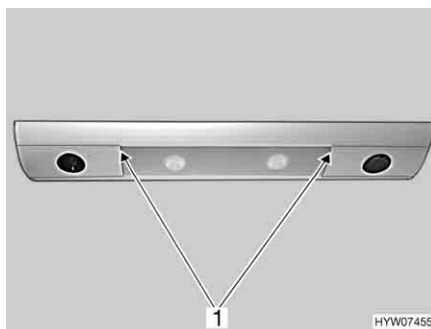

Fig. 239 Luce piano di lavoro/luce area cottura
- Tirare il vetro della luce (Fig. 239,1). Iniziare ad estrarre tirando a destra o a sinistra.